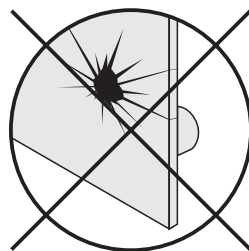

Рис.1
4.7. Запрещается пользоваться полотенцесушителем, если нагревательная панель имеет механические повреждения (рис. 1).